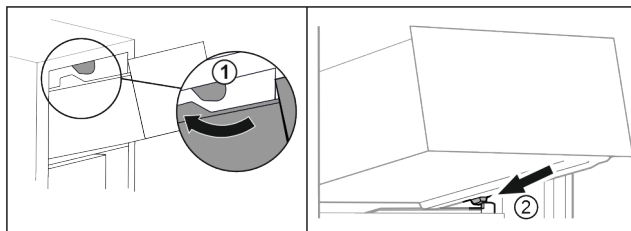

Fig. 68
- ▶ Обвести висувний ящик навколо верхнього стопора. Fig. 68 (1)
- ▶ Встановити висувний ящик за нижніми стопорами на ребро для резервуару навскоси. Fig. 68 (2)